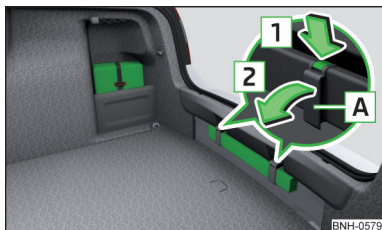

Fig. 233
Trusa de prim-ajutor poate fi fixată cu ajutorul unei benzi elastice în partea dreaptă a portbagajului » fig. 233.
Triunghiul reflectorizant poate fi introdus în degajarea de sub marginea de încărcare și poate fi fixat acolo cu ajutorul unor benzi de fixare » fig. 233.
- » Pentru **desprindere**, apăsați elementul de fixare de pe bandă în sensul săgeții **1** și deschideți banda **A** în sensul săgeții **2** » fig. 233.